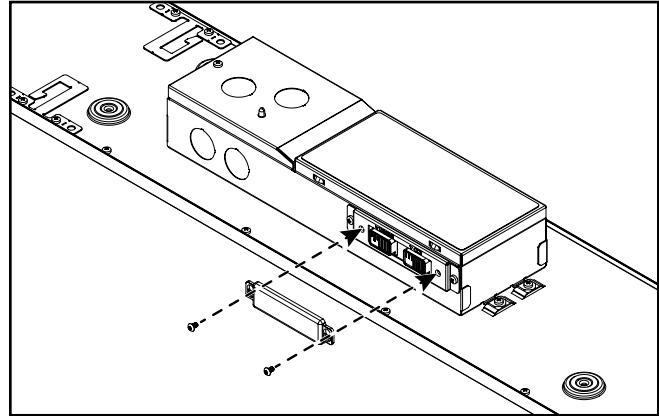

Figura 8.
- Opcional: Una vez que el nivel de Lumen deseado y CCT se han seleccionado, fije la cubierta del interruptor proporcionado de forma segura utilizando los tornillos proporcionados para evitar que estos ajustes se cambien, si se desea. (Figura 8.)